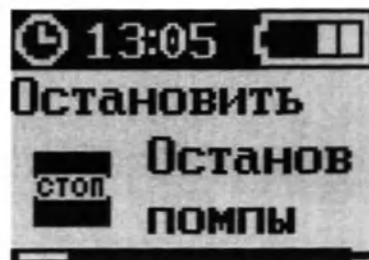

Рисунок 144 – Экран режима «В РАБОТЕ»
1. Нажать кнопку «МЕНЮ» для того, чтобы войти в меню помпы (рисунок 144).